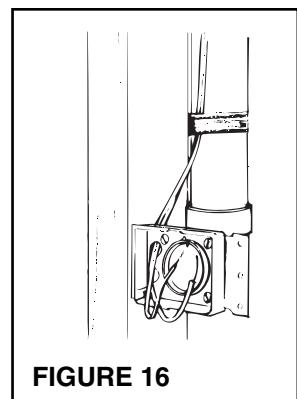

FIGURE 16
- Voyez la figure 16. Attachez le câblage avec du scotch pour le maintenir en place et faites-le passer par le trou du support de prise.